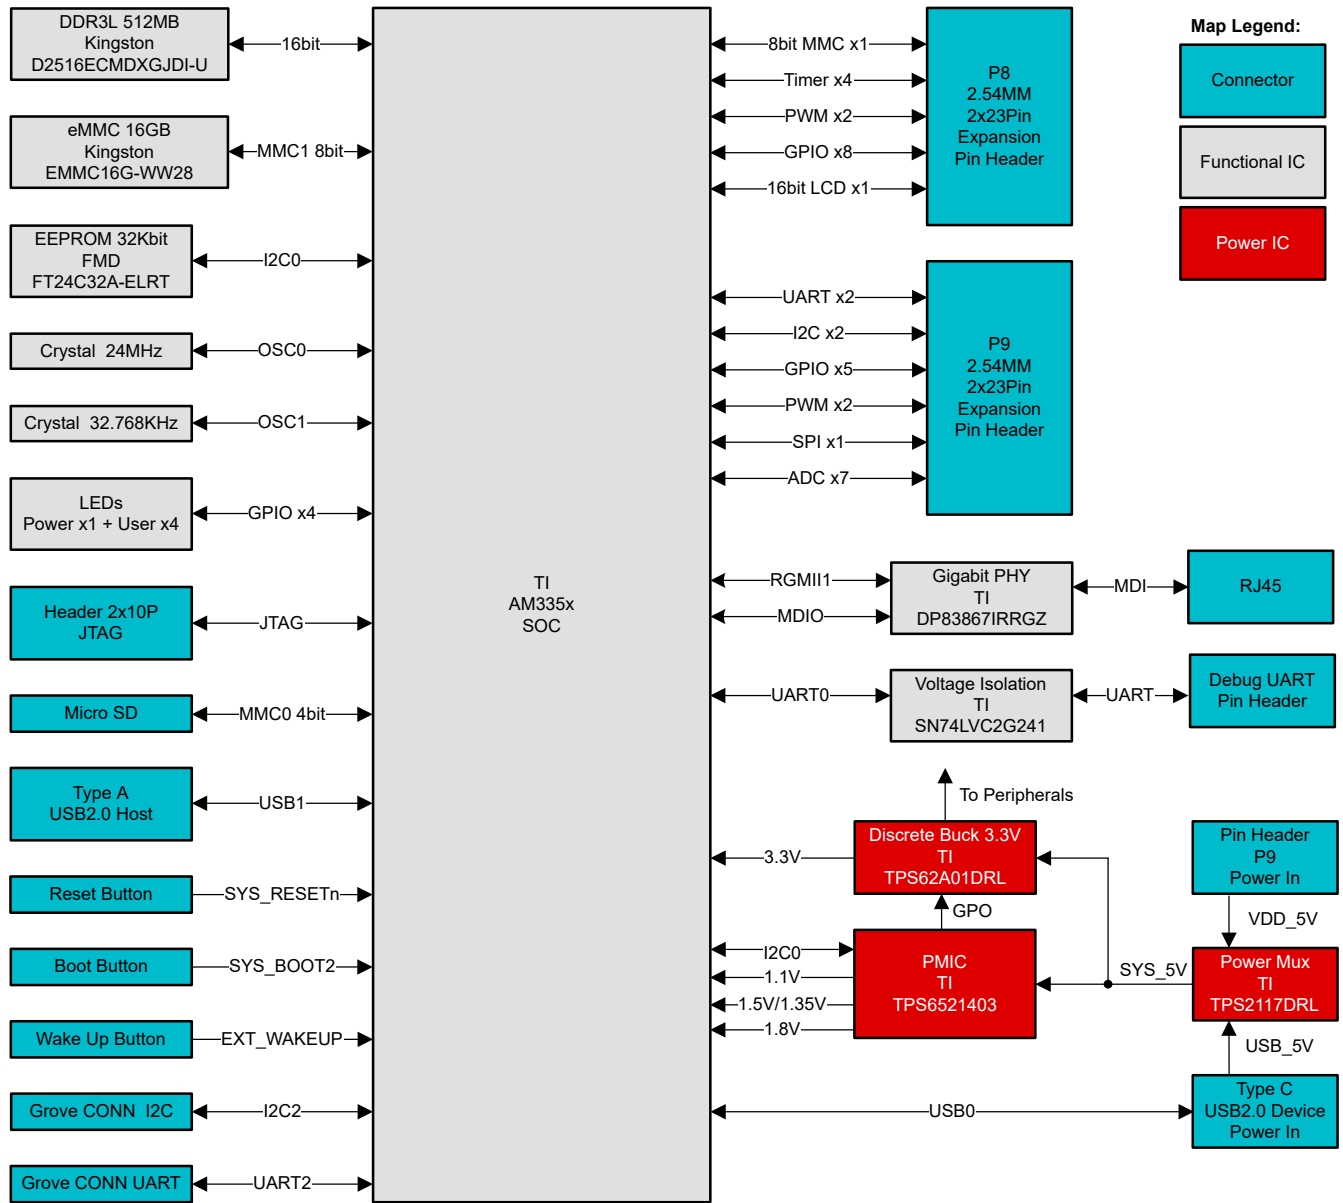

图 1-1. BeagleBone Green Eco 的功能方框图
BeagleBone Green Eco 基于德州仪器 (TI) 的 **AM335x Arm Cortex-A8** 处理器构建，可为各种嵌入式应用提供强大的基础。图 1-1 展示了功能方框图，说明了构成电路板硬件架构的主要元件和互连。该方框图展示 **AM335x** 片上系统 (SoC) 与存储器、存储、外设和各种 I/O 选项的连接。